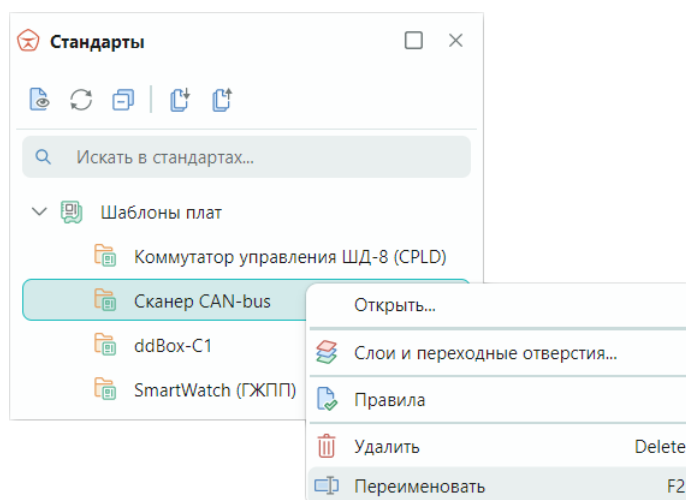

Рис. 163 Переименование шаблона платы
2. Вызовите контекстное меню и выберите команду «Переименовать», см. Рис. 163. Для данного действия также задана горячая клавиша «F2».